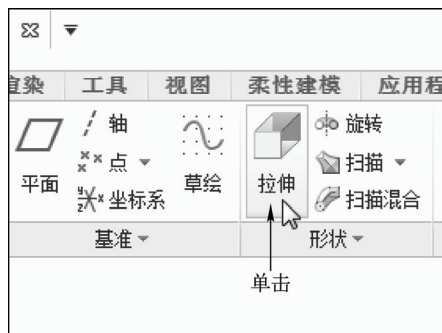

图 6-21 单击“拉伸”按钮
STEP 02 在功能区选项板的“模型”选项卡中, 单击“形状”面板中的“拉伸”按钮, 如图 6-21 所示。